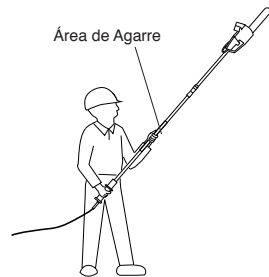

Figura 9- Áreas de Agarre Designadas
2. Use ambas manos para agarrar la Sierra de Pértiga. Cuando opere la Sierra de Pértiga use solamente las áreas de agarre designadas (vea la Figura 9, en la página 12). Aplique un agarre firme. Los pulgares y dedos deben envolverse alrededor del mango de la Sierra de Pértiga y de la pértiga.